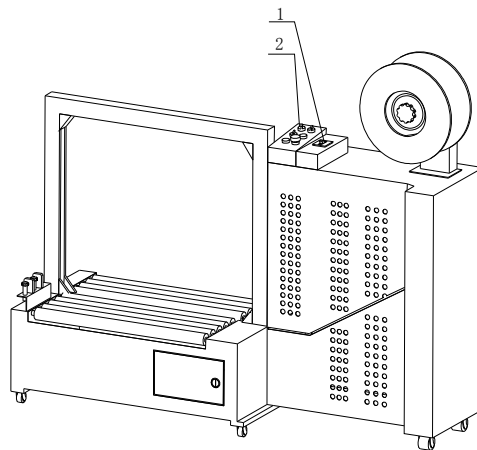

图 4-10
在连接电源前，请先检查机器电源开关是否被关闭（图 4-10 位置 1），有无其它物品在工作台上。
- 4) 电源开关必须安置在安全位置（图 4-10 位置 1）。
- 3) 按手动送带按钮看包装带流动是否畅通（图 4-10 位置 2）